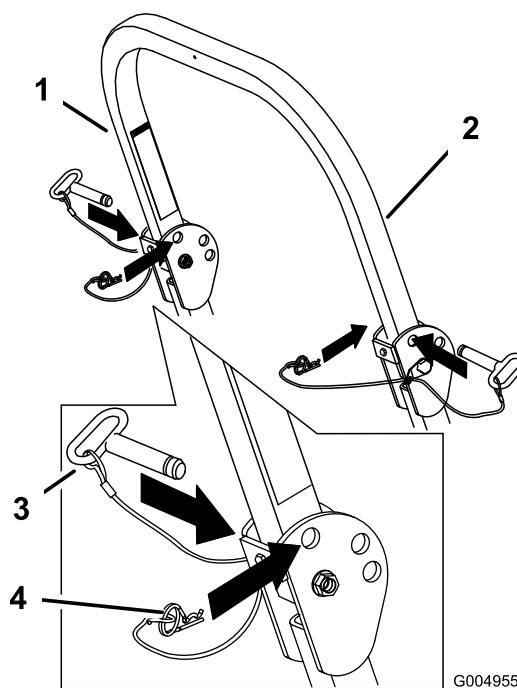

Figura 11
1. Retire las chavetas y retire los dos pasadores (Figura 11).
3. Instale los dos pasadores y sujételos con las chavetas (Figura 11).
2. Eleve la barra antivuelco a la posición vertical, instale los dos pasadores y sujételos con las chavetas (Figura 11).